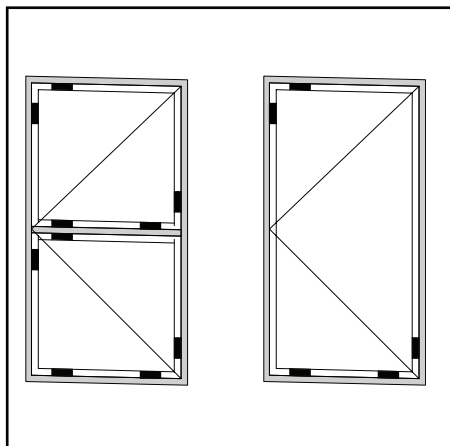

Abb. 9 / Fig. 9 / Fig. 9
**Verklotzung Pyrodur, Swissflam Lite, Contraflam Lite, Pyrobelite (Abb. 9)**
**Calage du Pyrodur, Swissflam Lite, Contraflam Lite, Pyrobelite (fig. 9)**
**Blocking for Pyrodur, Swissflam Lite, Contraflam Lite, Pyrobelite (fig. 9)**